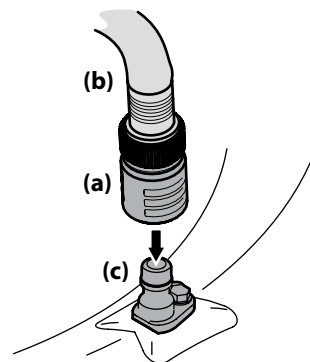

Figura 4-3
- Enrosque el acople de la manguera (a) (embalado con el Manual del operador) en el extremo de su manguera de jardín (b). Consulte la Figura 4-3.
- Una el acople de la manguera (a) al orificio de agua (b) que se encuentra en la superficie de la plataforma. Consulte la Figura 4-3.
- Cierre el agua y retire el acople de la manguera (a) del orificio de entrada de agua (c) que está sobre la superficie de la plataforma. Consulte la Figura 4-3.